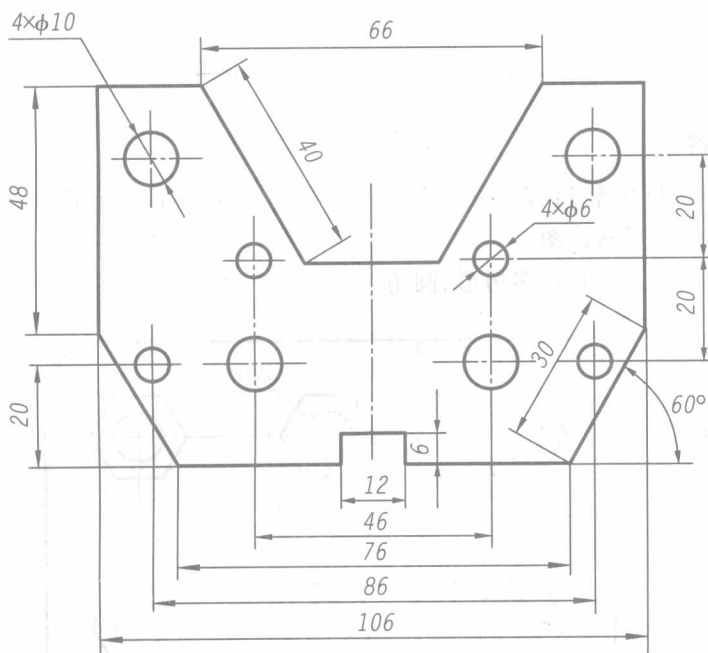

图 3-3 复制、镜像等命令的使用
4. 利用直线、画圆、椭圆、复制、镜像等命令完成如图 3-3 所示的图形。